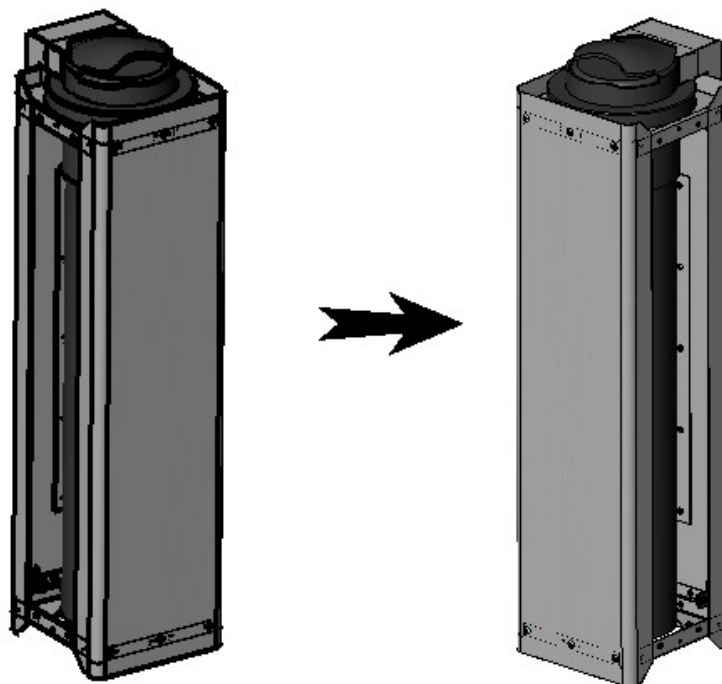

Рисунок 13
10. Правое исполнение диспенсера переделываем в левое (см. рис.13).